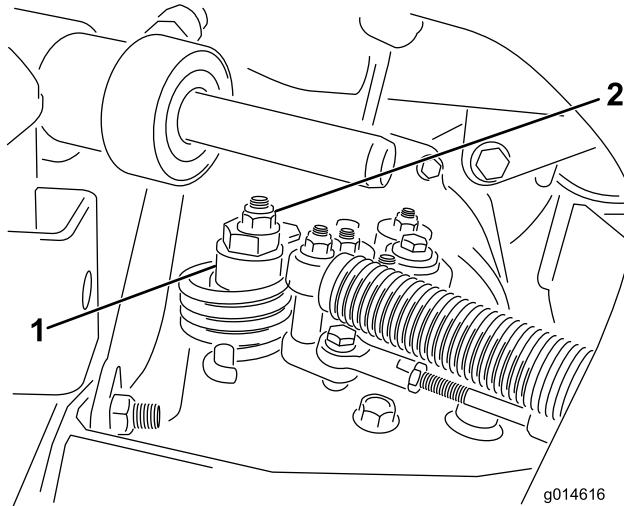

Figura 49
- Afloje la tuerca que sujetá el excéntrico a la parte superior del hidrostato (Figura 49).
- Gire el excéntrico hasta que no haya movimiento en ningún sentido. Cuando la rueda deje de girar, apriete la tuerca para bloquear el excéntrico y el ajuste (Figura 49). Compruebe el ajuste con el acelerador en las posiciones Lento y Rápido.